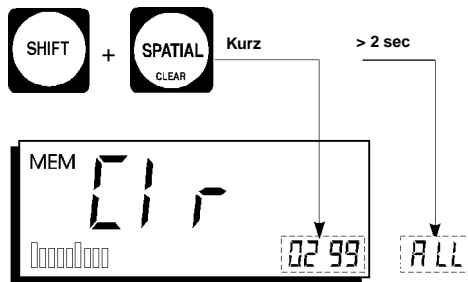

Bild 4-24 Einzelne oder alle Meßwerte löschen
- Drücken Sie die Tasten **SHIFT + CLEAR (SPATIAL)** kurzzeitig. Der zuletzt gespeicherte Meßwert wird gelöscht. Die zugehörige Speicherplatznummer erscheint in der kleinen Anzeige (Bild 4-24).
- Drücken Sie die Tasten **SHIFT + CLEAR (SPATIAL)** für ca. 2 Sekunden. Der komplette Speicherinhalt wird gelöscht. In der kleinen Anzeige erscheint "ALL" als Hinweis, daß alle Speicherplätze gelöscht sind (Bild 4-24).